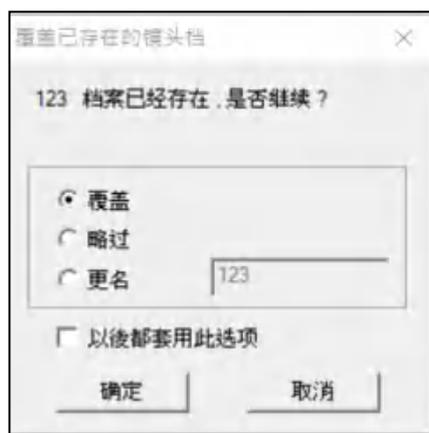

图 3.1.02
3. 当有镜头数据文件重复时，系统会出现对话框，要求确认要覆盖、忽略、或重新命名，如图3.1.02。